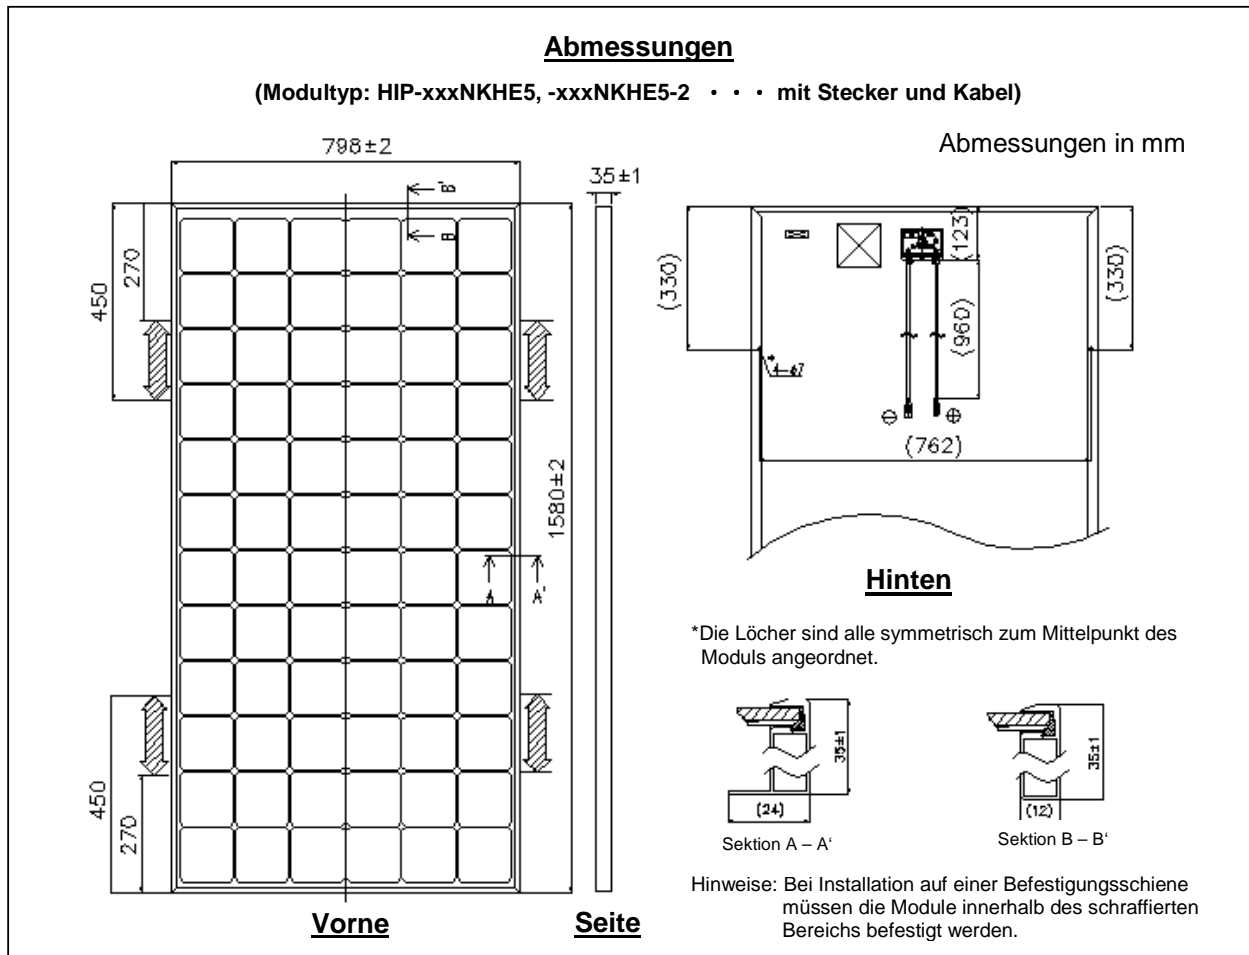
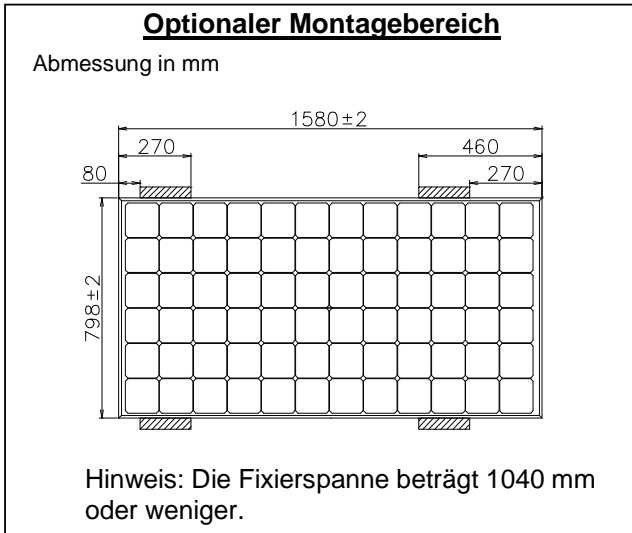

Abb. 2-1: Abmessungen
Abb. 2-2: Optionaler Montagebereich
- Die Module sollten wie in Abbildung 2-1 gezeigt an vier (4) Stellen befestigt werden. Sie können jedoch (bei einer begrenzten Maximalentfernung) die Befestigungsabstände wie in Abbildung 2-2 oder 2-3 gezeigt selbst wählen.